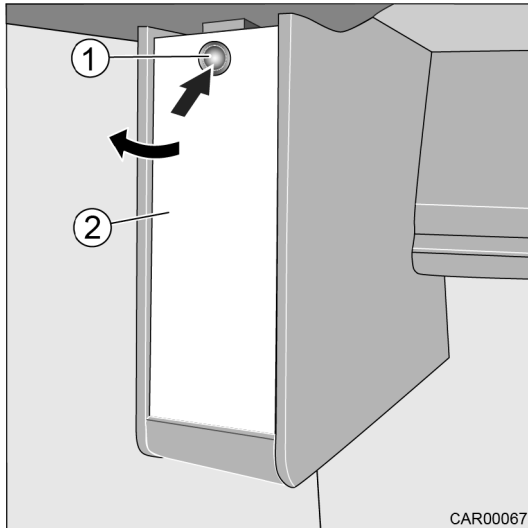

Fig. 139 Système coulissant de l'écran TV dans la chambre
1. Ouvrir la fermeture push-lock (Fig. 139/1).
2. Ouvrir le volet (Fig. 139/2).